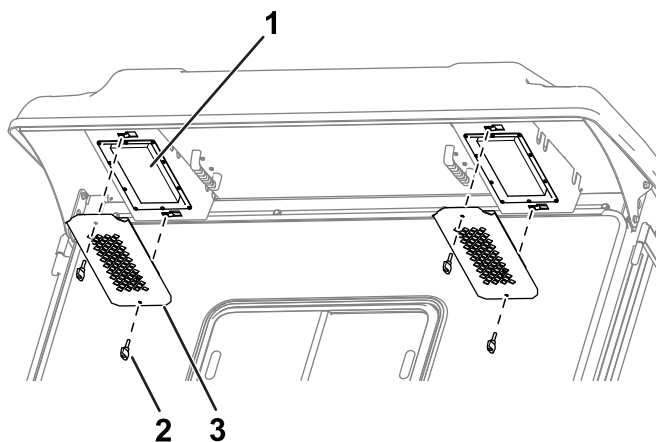

Рисунок 88
1. Снимите ручки и решетки с задней выступающей части кабины (**Рисунок 88**).
4. Установите фильтр в кабину с помощью ручек и решеток (Рисунок 88).